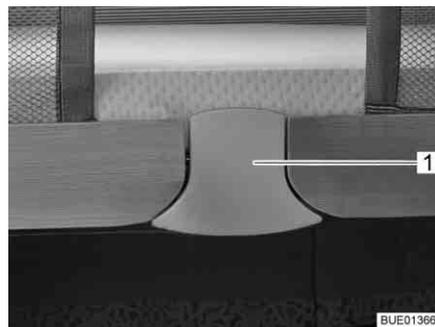

Bild 112 Entriegelung
- Entriegelungsfläche (Bild 112,1) unten herausziehen. Die Verriegelung ist gelöst.